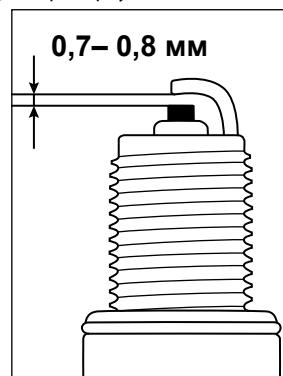

рис. 18
6. Проверьте величину зазора между заземляющим и центральным электродами, используя специальный щуп. При необходимости установите зазор 0,7–0,8 мм (рис. 18).